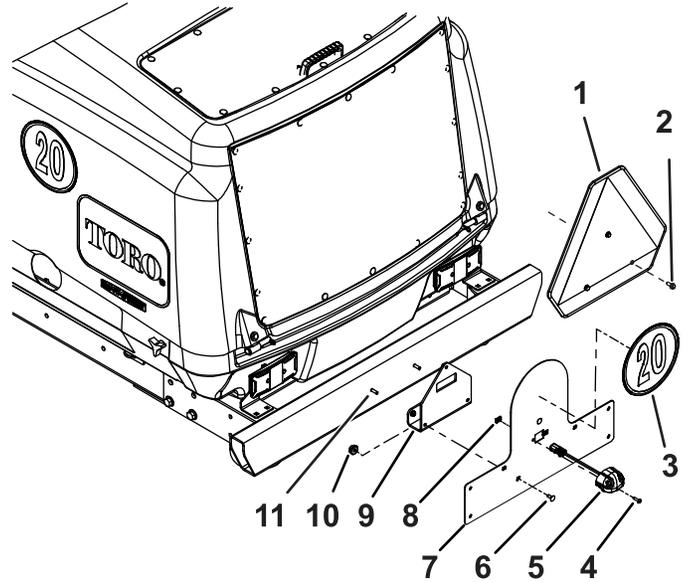

Figura 9
2. Retire la señal de advertencia existente y el tubo de bastidor del parachoques trasero (Figura 9).
4. Utilice los herrajes para instalar el bastidor de la señal en el parachoques (Figura 9).
9. Pegue una señal en el soporte de la placa de matrícula (Figura 9).